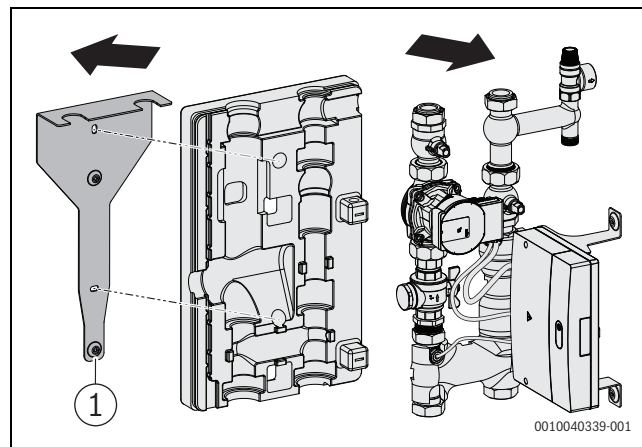

Bild 8 Wandhalterung entnehmen
- Inneneinheit mit Wandhalterung mit den mitgelieferten Dübeln und Schrauben (gegebenenfalls für die Wand geeignete Befestigungselemente benutzen) durch die Öffnungen im hinteren Wärmeschutz und in der Wandhalterung an der Wand verschrauben (→ Bild 8 und 9).
- Rohrgruppe aus hinterem Wärmeschutz und Wandhalterung entnehmen (→ Bild 8)